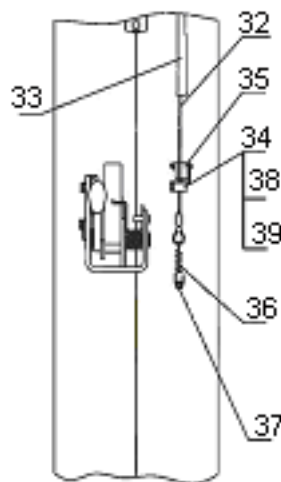

Рисунок 11. Система автоматического отключения привода
6.8 Установить и отрегулировать тросик системы автоматического отключения привода (см. рис. 11). Для этого тросик 32, закрепленный одним концом на Т-образной тяге, протянуть изнутри наружу правой стойки через трубчатую направляющую 33, продеть через отверстие в пластинчатой пружине 34 микровыключателя 35 и закрепить петлю на пружине растяжения 36. Пружину 36 зацепить за отверстие в штыре 37. Подвести упор 38 под пружину 34 и закрепить его на тросике болтом 39.